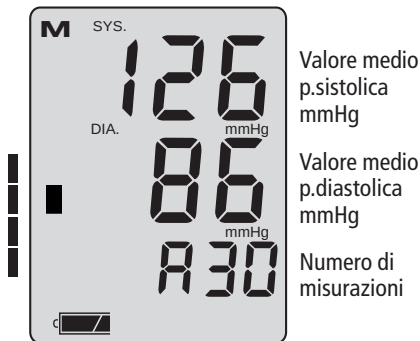

Fig. 6
- ➡ Richiamare il valore medio individuale dopo 30 misure. Il valore medio si può richiamare premendo il pulsante «M», mentre lo strumento è spento. Apparirà così valore medio di tutte le misure memorizzate (sistolica e diastolica). Il <pulse> visualizzazione mostra il numero di memorizzato Misure (vedere Fig. 6)
Lungo il margine sinistro dello schermo appare un rettangolo scuro (vedere Fig. 6), corrispondente al valore pressorio medio.